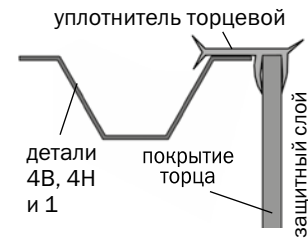

Рис.17
**4.** Подровняйте ножом покрытие по дугам **4н** и **4в**, а затем установите уплотнительный профиль в соответствии с **рис.17**.